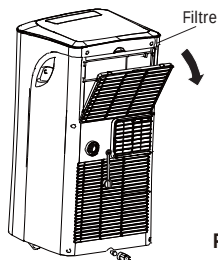

Fig. 26
- Cet appareil comporte des filtres. Attrapez l'onglet du panneau supérieur et enlevez le filtre derrière la grille du panneau arrière (Fig. 26).